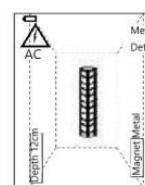

Figura 3
- Când substanțele metalice și semnalele electrice de curent alternativ sunt detectate în același timp (ca în figura 3). Instrumentul va emite un sunet rapid de „picurare...”.